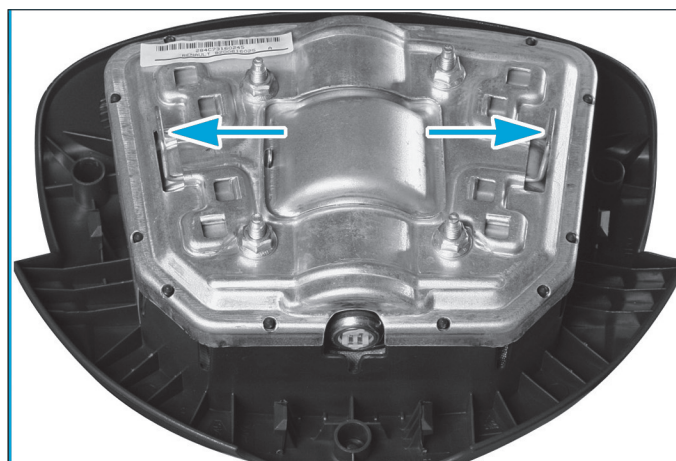

Fig. 1
- A l'aide d'un tournevis, dégager l'agrafe située dans le volant (Fig. 1).